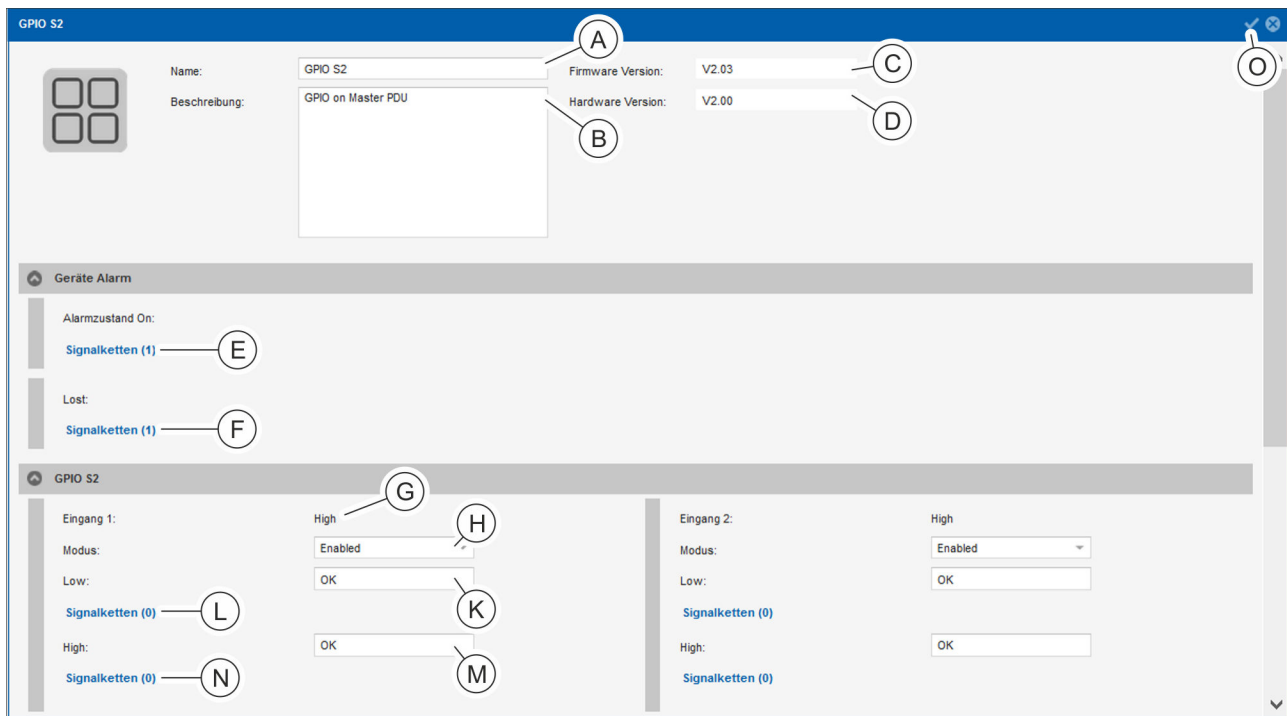

Abb. 117: Menü "Status" – Registerkarte "Sensoren" (GPIO-Modul in der Detailansicht)
3. ➔ Einstellung über die Schaltfläche „Speichern“ übernehmen (Abb. 117/Ⓢ).